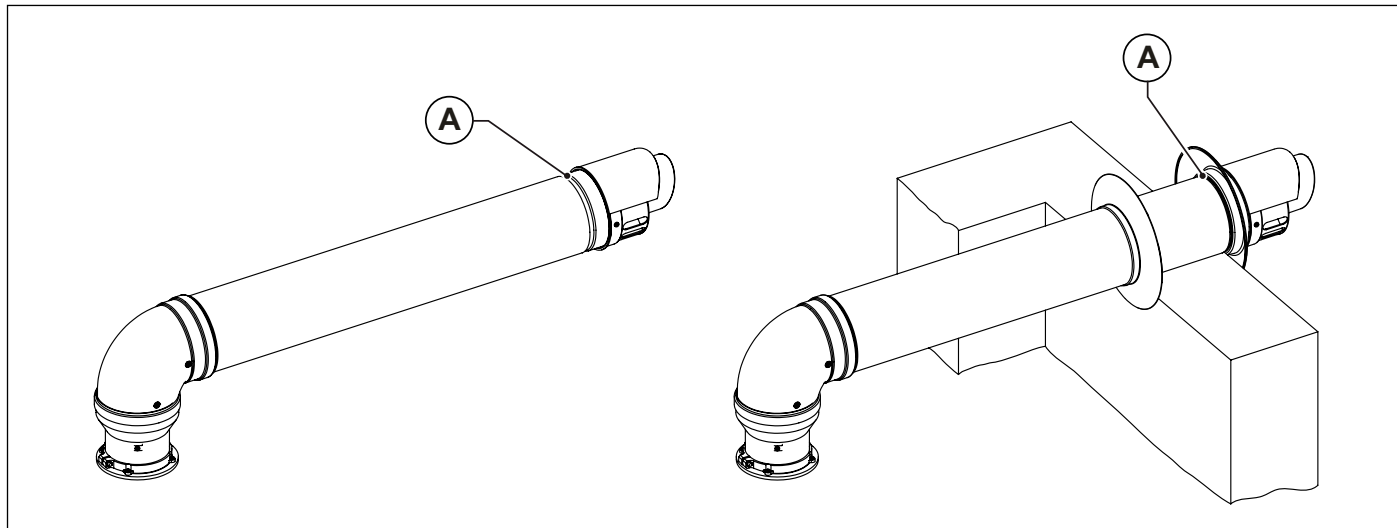

Fig. 11 Instalarea terminalelor pe perete
Terminalele de aspirare a aerului și evacuare a gazelor arse, duble și coaxiale, sunt dotate la capăt cu un gât (A) pentru fixarea rozetei externe (vezi Fig. 11 Instalarea terminalelor pe perete).